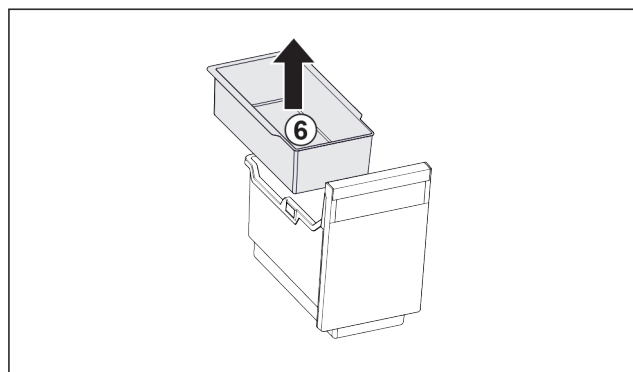

Fig. 124
- ▶ Wyjąć półkę zawieszoną Fig. 124 (6).